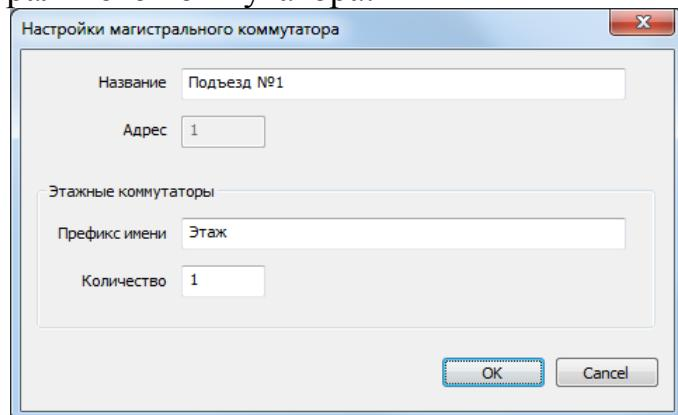

Рис.15 Настройки магистрального коммутатора
5.1.16 Для добавления следующего КМС, необходимо с помощью ПКМ активировать контекстное меню и выполнить в нем команду «Добавить магистральный коммутатор». Появится окно (рис.15), в котором номер подъезда увеличен на 1. Нажать «OK». В объект будет введен магистральный коммутатор. На рис.19 показан пример объекта с двумя КМС (подъездами). В первом подъезде – 1 этаж, во втором – 2 этажа.